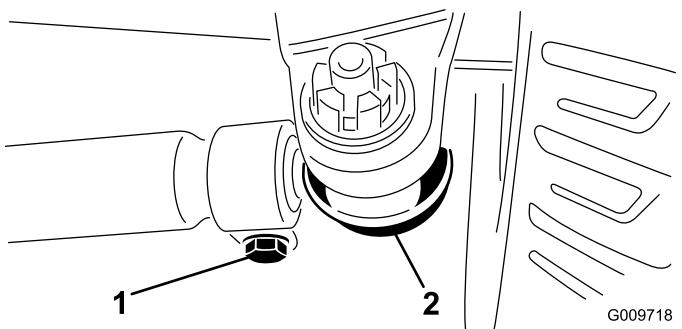

図 50
2. 調整が必要な場合は、タイロッドのボールジョイントのコッターピンとナットを外す図 50。次に、タイロッドのボールジョイントをアクスルケースのサポートから外す。
3. タイロッド両側のクランプをゆるめる図 50。